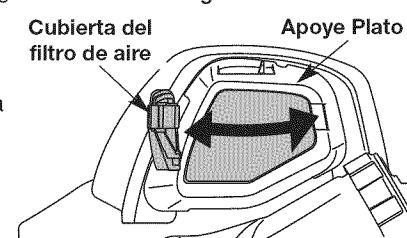

Fig. 35
3. Lave el filtro con agua y detergente (Fig. 35). Enjuague bien el filtro y déjelo secar.